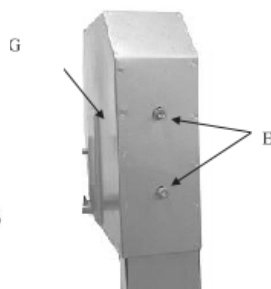

Рисунок 3
3. Ослабьте два винта на задней крышке (рис. 3Е).